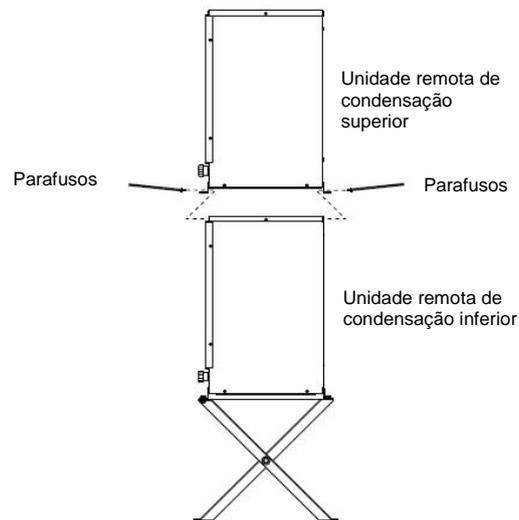

Fig. 16
- 2) Coloque a unidade remota de condensação superior no topo da unidade remota de condensação inferior. Ver Fig. 16.